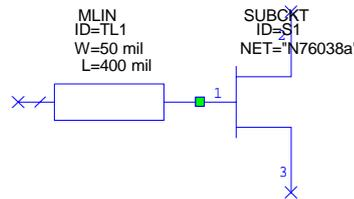

Рис. 4.8. Дополнение схемы микрополосковой линией
3. Нажмите на **Lines**, чтобы увидеть модели линии в нижней панели (рис. 4.8).